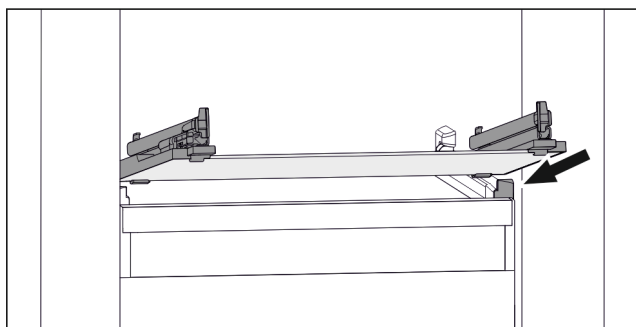

Fig. 42 Exemple de représentation de la tablette en verre
- ▶ Placer la tablette en verre, en l'inclinant, derrière les butées. (voir Fig. 42)